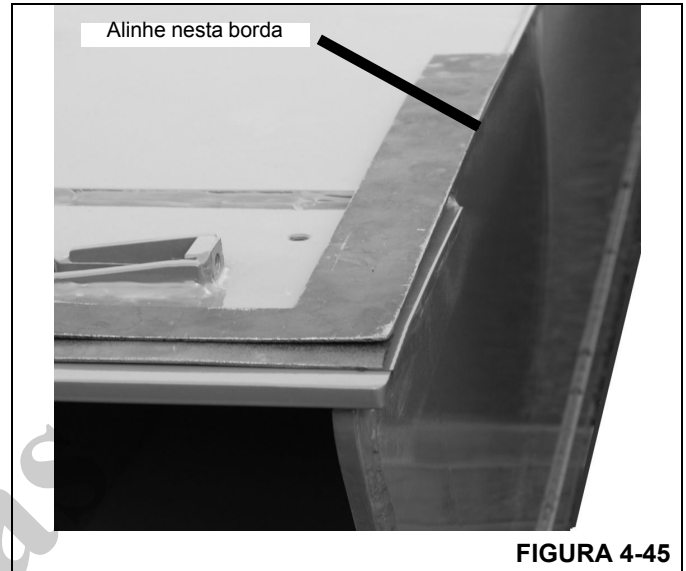

FIGURA 4-45
1. Alinhe duas ferramentas de bordas retas à **borda externa da seção volante** na parte traseira da seção (não o conjunto soldado dos ajustes das placas de desgaste). As ferramentas devem se estender além dos ajustes das placas de desgaste (Figura 4-45).